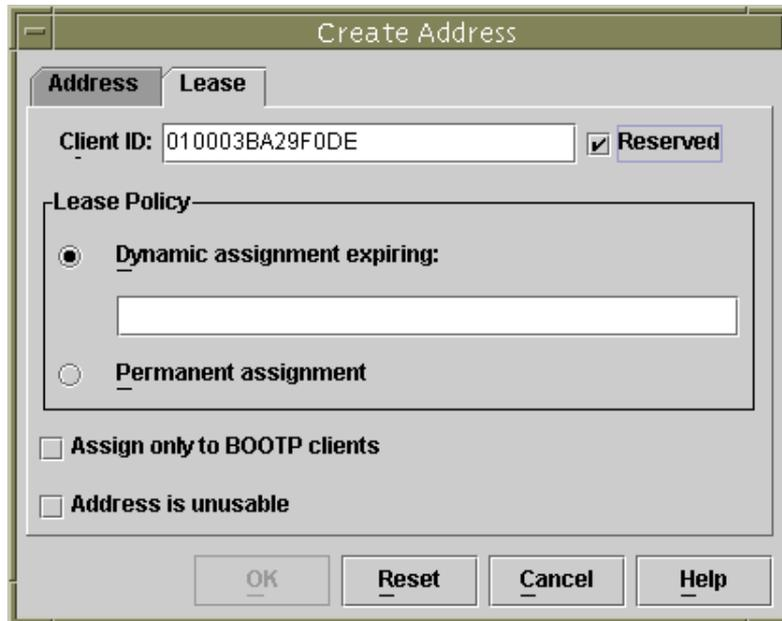

FIGURE 10-10 Association de l'ID de client de la blade à l'adresse IP
- d. Dans la fenêtre **Create Address**, cliquez sur l'onglet **Lease** (voir la FIGURE 10-10). Dans le champ **Client ID**, tapez l'ID de client de la blade (c'est-à-dire 01 suivi de l'adresse MAC de la blade, tous les caractères alphabétiques doivent être écrits en majuscules, pas de signes « deux-points » ; reportez-vous à l'Step 6 on page 10-13). Cliquez sur **OK**.